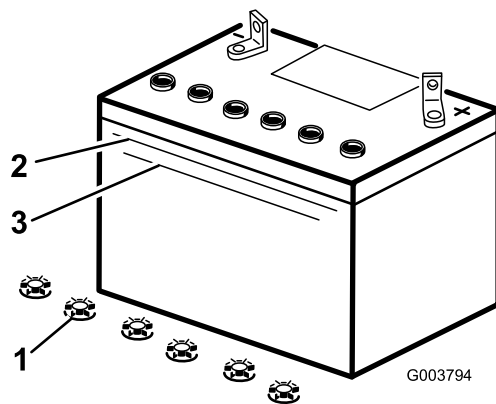

Figura 36
3. Osservate il fianco della batteria. L'elettrolito deve raggiungere la linea superiore (Figura 36). Non lasciate scendere l'elettrolito sotto la linea inferiore (Figura 36).
6. Togliete i tappi di rifornimento dalla batteria (Figura 36).
7. Aggiungete lentamente acqua distillata in ogni elemento della batteria finché l'elettrolito non raggiunge la linea superiore (Figura 36) sulla scatola della batteria.
8. Attendete cinque o dieci minuti dopo avere riempito gli elementi della batteria. All'occorrenza, aggiungete acqua distillata finché l'elettrolito non raggiunge la linea superiore (Figura 36) sulla scatola della batteria.